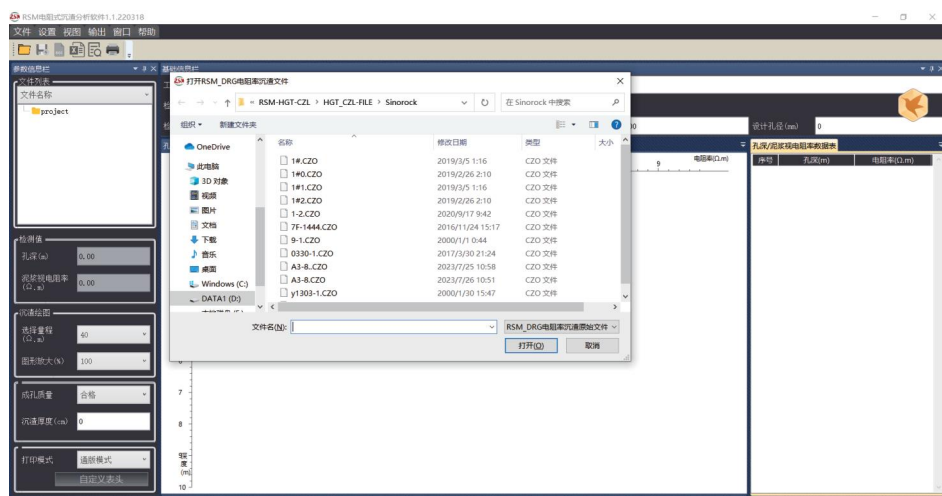

图7-5 打开数据界面
- 1、点击左上角菜单栏的文件按钮，选择打开一个待分析的数据。如下图7-5所示：